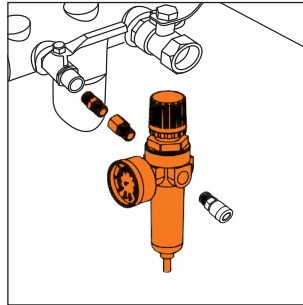

Рис. 15
- Для моделей **DAC 720S / DAC 1000S** подключите осушитель к компрессору через выход  $\frac{1}{4}$  дюйма (Рис. 15).